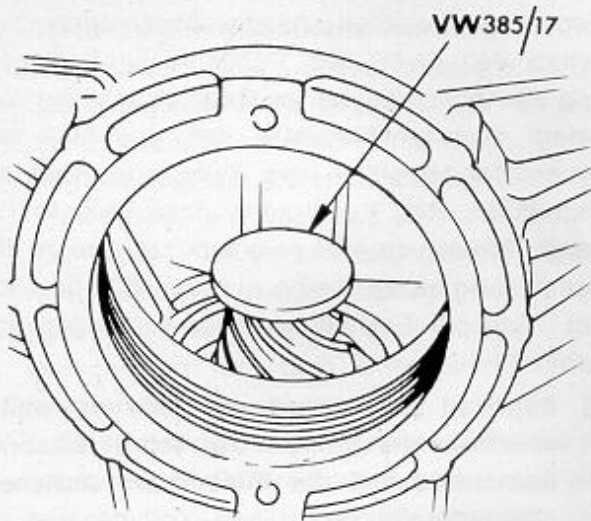

Bild 85
- Die Meßplatte VW 385/17 auf das Ende der Kegelradwelle auflegen, wie es in Bild 85 gezeigt ist.